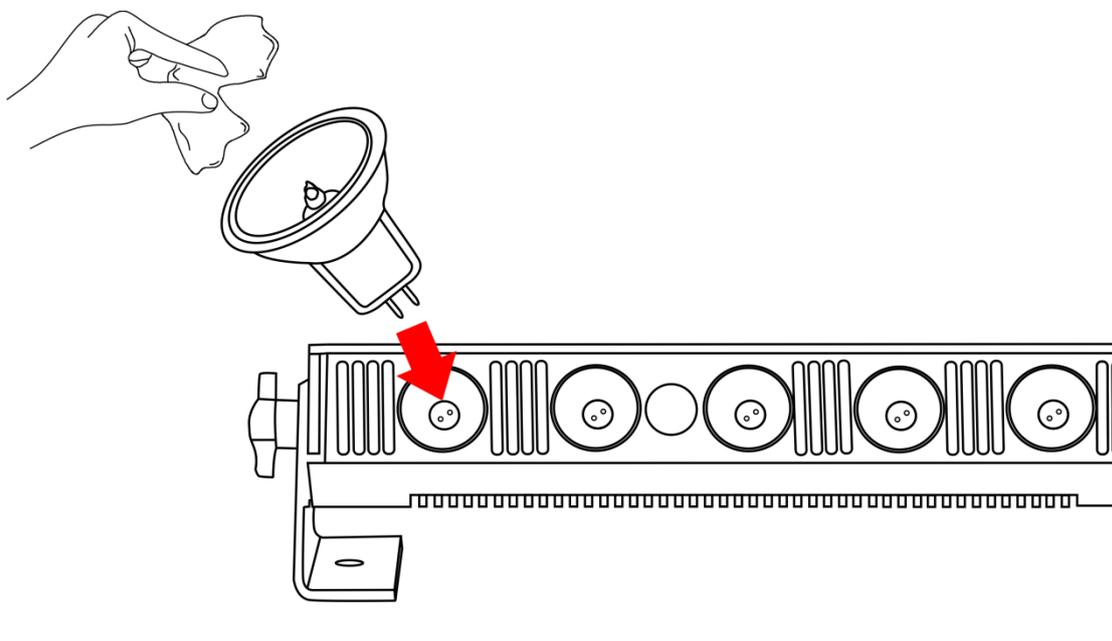

Fig. 02
- 03) Inserire le lampadine (Fig.02).